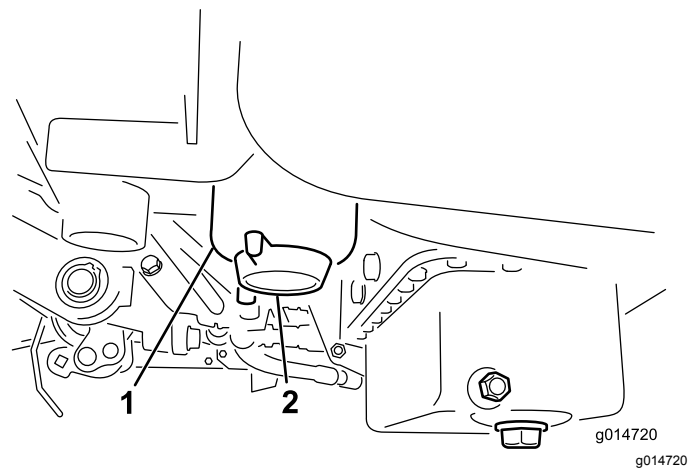

Bild 34
3. Öffnen Sie den Ablassschraube am Kraftstofffilter um ungefähr eine Umdrehung und lassen angesammeltes Wasser ablaufen (Bild 34). Ziehen Sie anschließend die Schraube wieder fest.